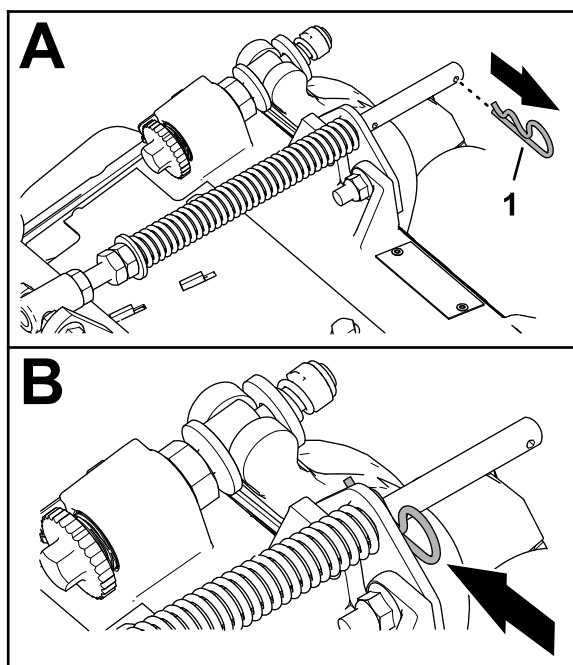

Figura 7
1. Dacă tiftul în formă de agrafă este montat în orificiul din spatele tijei arcului de compensare, îndepărtați tiftul i introduceți-l în orificiul din apropierea suportului (Figura 7).